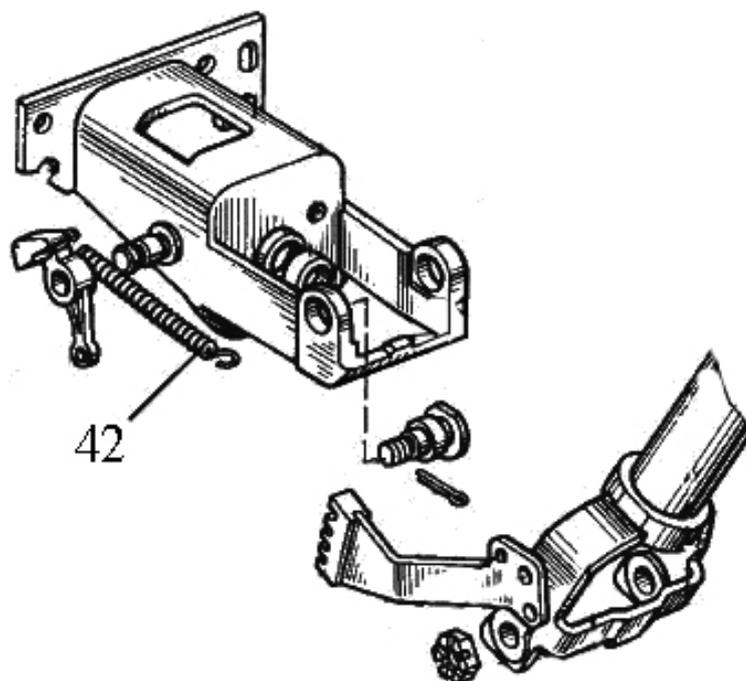

Рисунок 6.12
7) установите пружину (42), (рисунок 6.12), между фиксатором и трубой